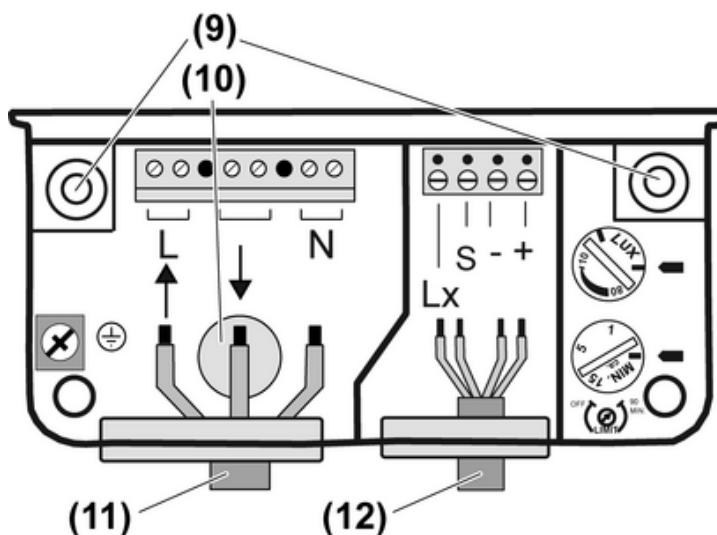

Bild 9: Anschlussraum Leistungsteil
- Bei rückseitiger Leitungseinführung der Netzleitung Gummitüle (10) durchstoßen (Bild 9).
- Leistungsteil mit zwei Schrauben (9) befestigen.
- Netzleitung (11) und Leitung zu den System-Sensoren (12) ins Anschlussgehäuse einführen und anschließen (siehe Leistungsteil anschließen).